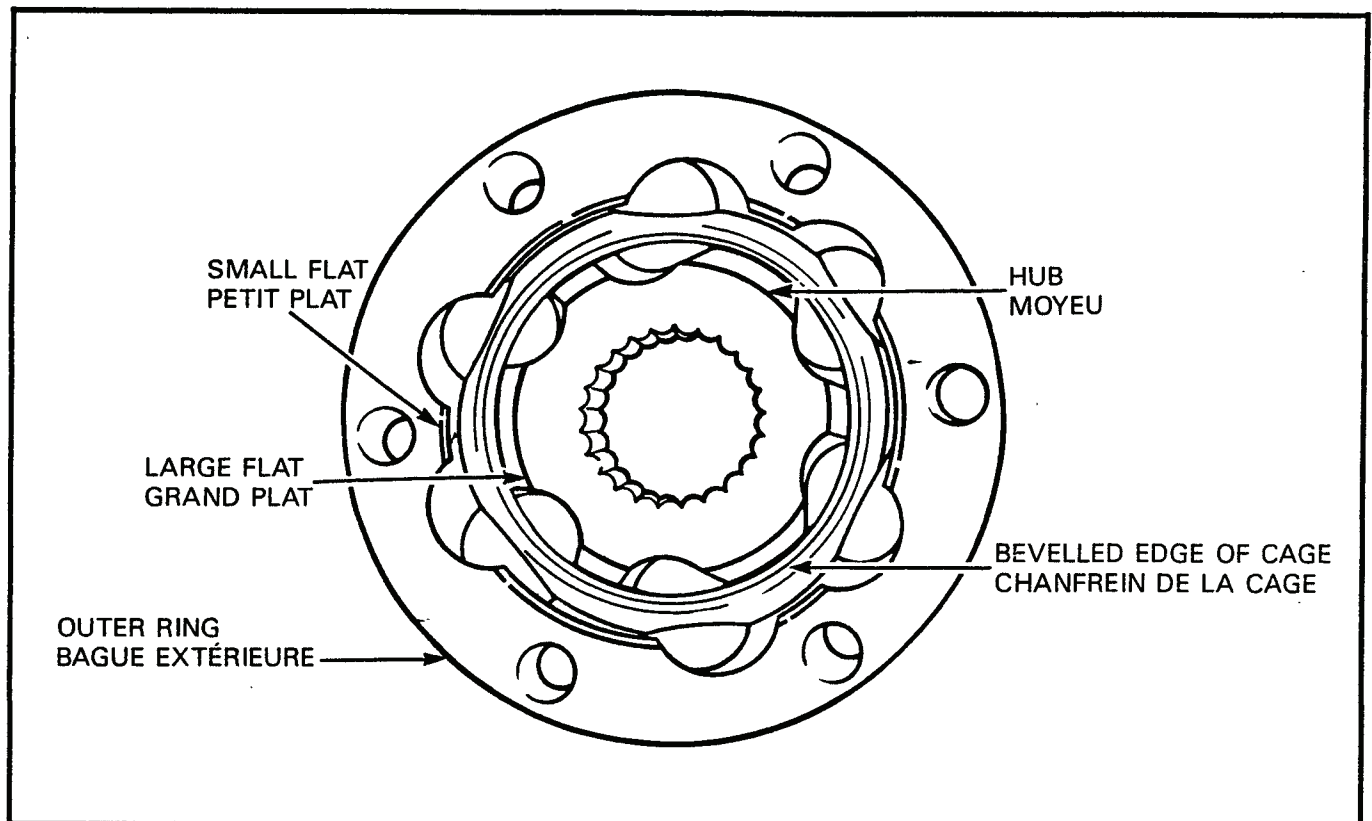

Figure 3-2-1 Alignment of Hub and Outer Ring
- c. Install the cage in the outer ring, ensuring the large flats of the hub are aligned with the small flats of the outer ring, see Figure 3-2-1.
- c. Installer la cage dans la bague extérieure en s'assurant que les grands plats du moyeu sont alignés avec les petits plats de la bague extérieure. Voir figure 3-2-1.